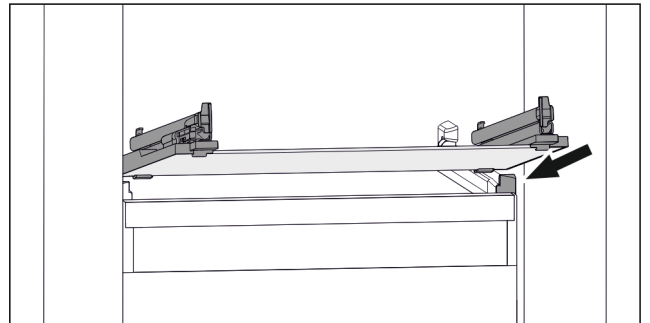

Fig. 115 Примерно изображение на стъклената плоча
- ▶ Поставете стъклената плоча под ъгъл зад ограничителите. (виж Fig. 115)